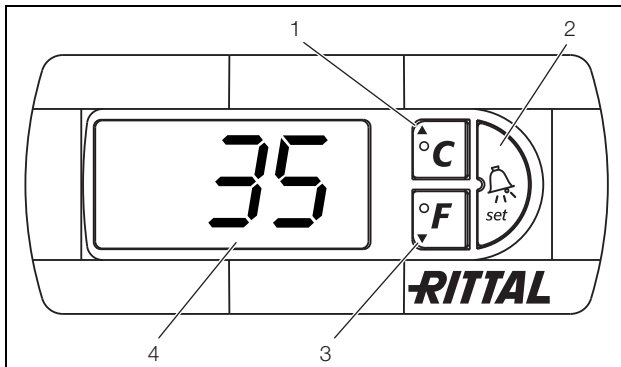

Abb. 30: e-Comfortcontroller
Das Kühlgerät arbeitet automatisch, d. h. nach Einschalten der Stromversorgung läuft der Verdampferventilator (siehe Abb. 3) an und wälzt die Schrankinnenluft um. Verdichter und Verflüssigerventilator werden durch den e-Comfortcontroller geregelt. Der e-Comfortcontroller verfügt über eine 7-Segment-Anzeige (Abb. 30). Auf ihr wird nach dem Einschalten der Stromversorgung zunächst für ca. 2 Sek. die aktuelle Softwareversion sowie der aktivierte Eco-Mode angezeigt. Danach eine vorein-
Die Programmierung des Gerätes nehmen Sie über die Tasten 1 – 3 (Abb. 30) vor. Die Parameter dazu erscheinen ebenfalls in der Anzeige.
- Drücken Sie gleichzeitig die Tasten 1 und 2 (Abb. 30) für min. 5 Sek.
Mit den Tasten 1, 2 und 3 (Abb. 30) können Sie 24 Parameter innerhalb der vorgegebenen Bereiche (Min.-Wert, Max.-Wert) verändern.